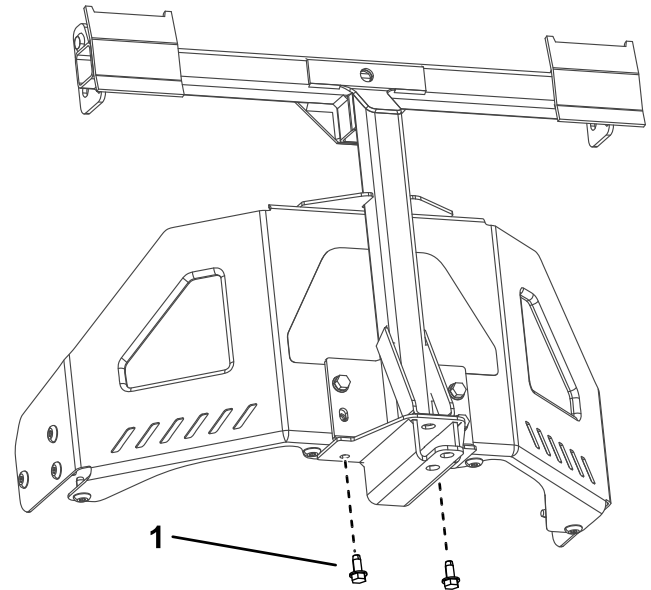

Figure 9
3. Fixez le cadre pivotant au bas du cadre de la machine à l'aide de 2 vis autotaraudeuses (5/16" x 3/4"), comme montré à la Figure 9.